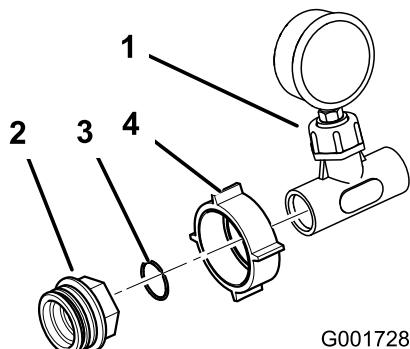

図 15
15. 水圧計とT字アセンブリに、大きいプラスチック製のナットを取り付ける。アセンブリに、プラスチック製のOリングとアダプタを図 15に示すように取り付ける。